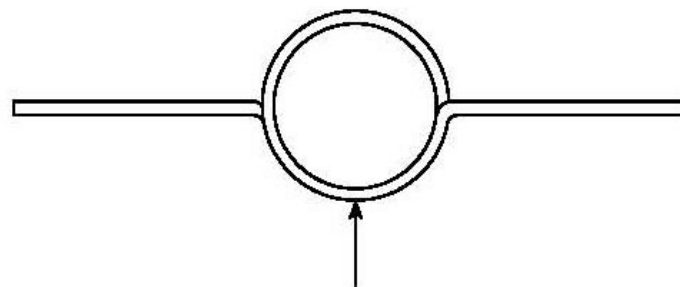

Fig. 10
2. Retirer la sonde (si installée) et monter une paire de câbles de test à l'extrémité de la tige de sonde, à 90° entre chaque câble et à 10 mm ($\frac{3}{8}$ " maximum de l'extrémité de la tige (voir Fig. 10 et 11).